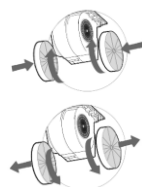

рис. 7 А
6.4 Установка фальштруб (рис. 7).